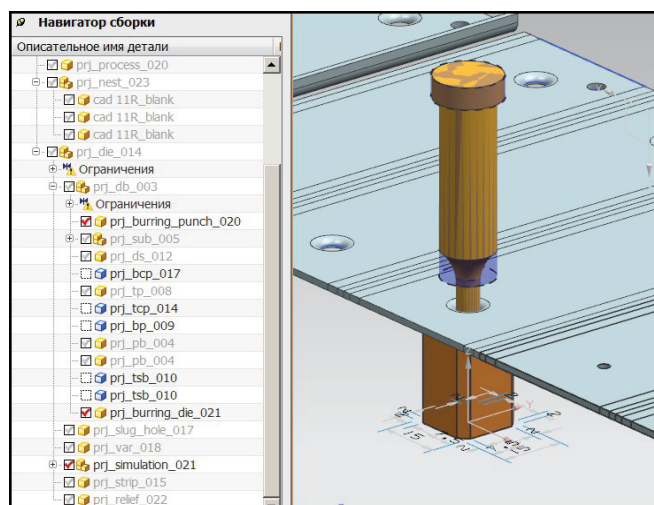

Рис. 10.23. Матрица отбортовки
13. Настройте параметры создания матрицы. Значения в строках ввода **Начальная высота** и **Конечная высота** не изменяйте. Установите активными все зазоры и задайте значения: плита пуансонов (PP) 0,0250 мм, нижняя плита (BP) 0,1000 мм, плита съемника (SP) 0,050 мм. В разделе **Настройки** снимите галочку с кнопки **Переименовать компонент**. Нажмите кнопку **ОК**. Результат представлен на рис. 10.23.